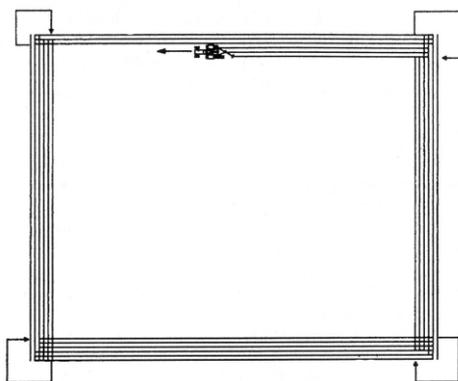
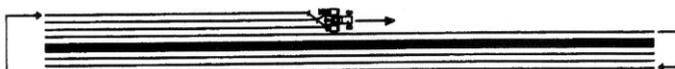

FIG. 11
FIG. 12
- 6.4) Observar bem o terreno e definir qual sistema de aração vai ser melhor. Como indicado na fig. 11 podemos arar de fora para dentro (fechando) ou de dentro para fora (abrindo) (vide fig. 12).